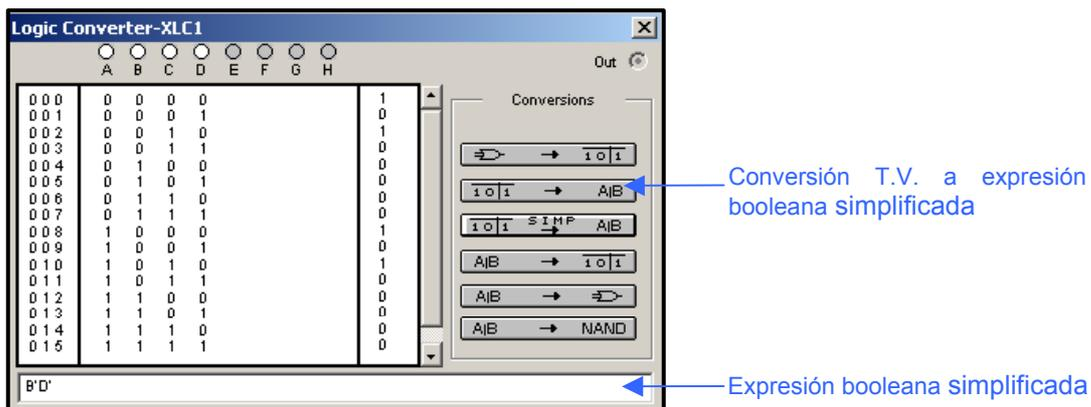

Fig. 42 Conversión tabla de la verdad a expresión booleana simplificada
- Por último seleccionamos la conversión tabla de la verdad a expresión booleana simplificada Fig. 42.